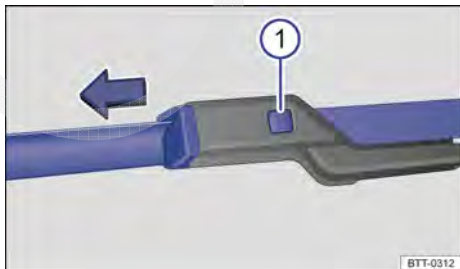

Fig. 162 No para-brisa: substituir as palhetas dos limpadores dos vidros.
→ Fig. 162 ① pressionado e, ao mesmo tempo, puxar a palheta dos limpadores do para-brisa para fora, no sentido da seta.